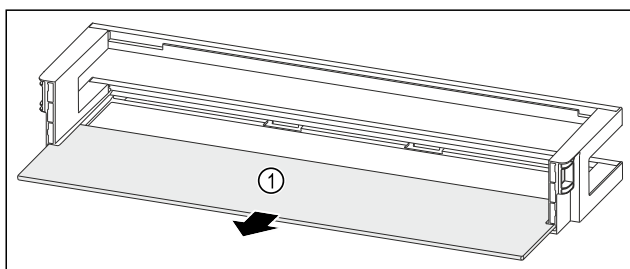

Fig. 136 Balconcino controporta con ripiano
- Rimuovere il ripiano Fig. 136 (1).